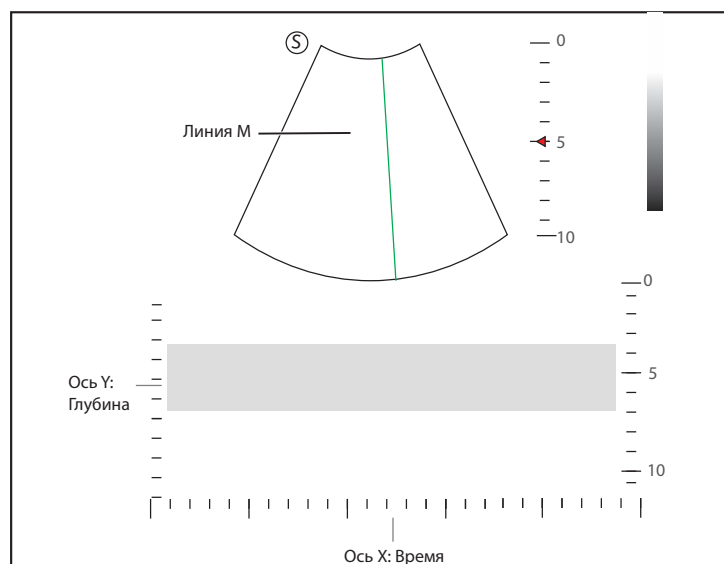

Рисунок 6-13 Экран визуализации в режиме М
4. Нажмите клавишу **Update** (Обновить) на панели управления для перехода в режим М. Изображение в режиме В с линией М появится в верхней части экрана, а изображение в режиме М — в нижней части экрана после активации, как показано на Рисунок 6-13.